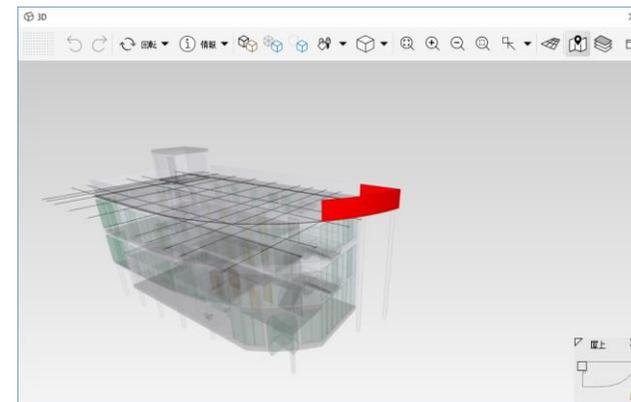

図 54. 透過表示
- (10) 異なったビューで結果を可視化してみましょう。
(11) 案件またはカテゴリーのいずれかを選択し、結果ビューツールバーから「未選択コンポーネントを透過表示」をクリックします。これで選択された案件のコンポーネントがハイライトされました。(図 54 を参照)